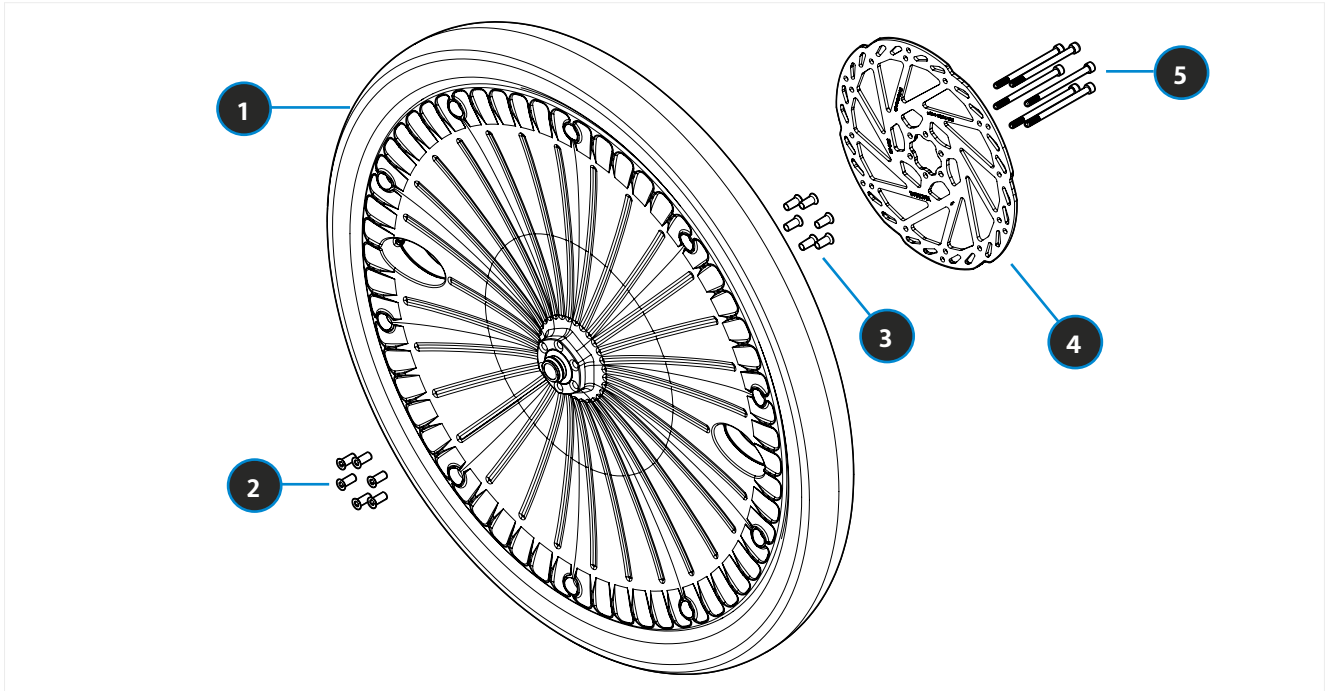

BILD 57 REIHENFOLGE: MONTAGE BREMSSCHEIBE
- i** Richtige Anordnung der Hülsen, mit und ohne Gewinde, beachten (siehe Bild 57).